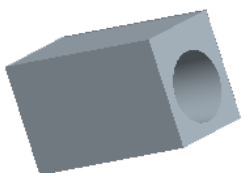
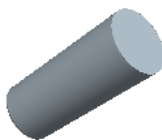

图 7.15 型腔
图 7.16 型芯
Step5. 在“体积块分割”操控板中单击 **体积块** 按钮，在“体积块”界面中单击 **1** ☒ **体积块_1** 区域，此时模型中的其余部分变亮，如图 7.15 所示，然后在选中的区域中将名称改为 **body_mold**；在“体积块”界面中单击 **2** ☒ **体积块_2** 区域，此时模型的型芯变亮，如图 7.16 所示，然后在选中的区域中将名称改为 **core_mold**。